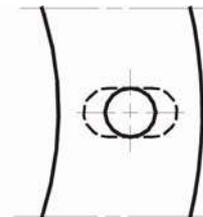

Рис. 8
- При необходимости расширьте отверстия в изоляционной прокладке (3) (см. рис.8).